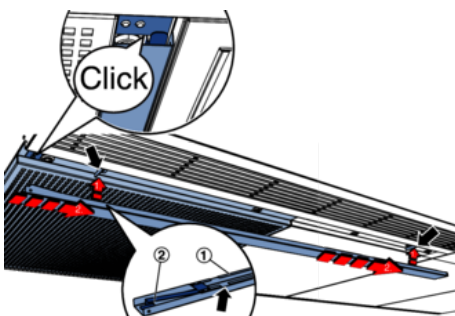

Abb. 83: Abdeckleiste anbringen
2. ▶ Abdeckleiste (Abb. 83/1) am Revisionsdeckel in gezeigter Position aufstecken und in Richtung Gerätemitte aufschieben, bis die Verriegelungsfeder (Abb. 83/2) hörbar mit einem Klicken einrastet.